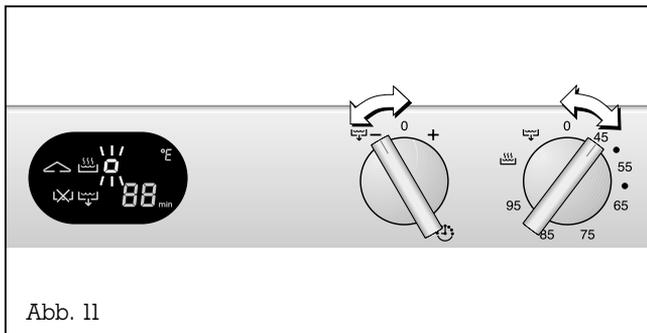

Abb. 11
- Drehen Sie den Bedienknobel „Kurzzeit“ wieder auf die Position 0. Im Display blinkt die Anzeige  (Kindersicherung) (Abb. 11). Sie können den Bedienknobel Temperatur nun in eine beliebige Position drehen, ohne dass das Gerät aufheizt.